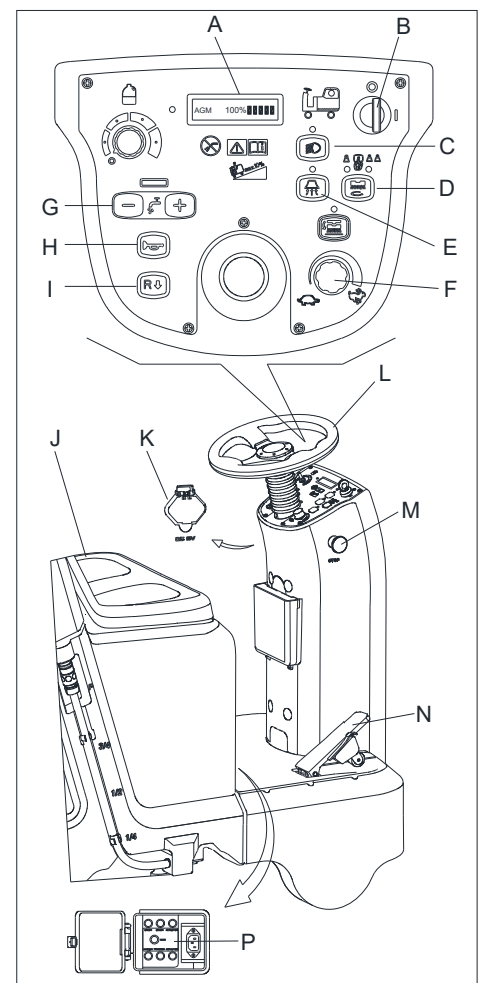

Abbildung 7
2. Setzen Sie sich auf den Sitz (J, Abbildung 7), stecken Sie den Schlüsselschalter ein (B) und drehen Sie ihn in die „I“ Stellung. Wenn der LCD-Bildschirm (A, Abbildung 7) 100 % beträgt, sind die Batterien für den Gebrauch vollständig aufgeladen. Wenn der LCD-Bildschirm (A, Abbildung 7) 10 % beträgt, müssen die Batterien vor dem Betrieb aufgeladen werden. [Informationen zum Laden von Batterien finden Sie in den Kapiteln WARTUNG]
3. Drücken Sie die Starttaste (D, Abbildung 7), um die Maschine zu starten. Die Rakel und die Bürsten werden automatisch auf den Boden abgesenkt und der Saugmotor fängt an zu laufen.
4. Drücken Sie auf das Beschleunigungspedal (N, Abbildung 7), fahren Sie die Maschine nach vorwärts oder rückwärts mit dem Lenkrad (L, Abbildung 7) und dem Vorwärts/Rückwärtsschalter (I, Abbildung 7), Sie können die Geschwindigkeit mit dem Geschwindigkeitsanpassungsknauf (F, Abbildung 7) anpassen.
5. Passen Sie den Durchfluss des Lösungsmittels den Reinigungsanforderungen mithilfe der Einstellungstaste (G, Abbildung 7) an.
6. Sie können Ihr Telefon oder Pad mit dem USB Ladeport (K, Abbildung 7) aufladen, wenn der Schlüsselschalter (A, Abbildung 7) in der „EIN“ Stellung ist.
7. Drücken Sie die Hupentaste (H, Abbildung 7), falls es notwendig ist, um Personen zu warnen.
8. Drücken Sie ggf. die Notruftaste (M, Abbildung 7) für den Nothalt der Maschine.
Der Bürstenmotor, Vakuummotor, Antriebsmotor und der Regelkreis sind durch einen Überlastungsschutz geschützt (P, Abbildung 7). Wenn sich der Überlastungsschutz auslöst, stellen Sie ihn nicht sofort, ohne die Ursache zu kennen, wieder ein und stellen Sie sicher, dass der Motor vor dem Neueinschalten abgekühlt ist.
9. Lassen Sie das Beschleunigungspedal los (N, Abbildung 7), die Maschine hält an.
10. Drücken Sie die Starttaste (D, Abbildung 7), um die Bürsten und den Saugmotor anzuhalten. Die Bürsten und der Rakel werden automatisch vom Boden abgehoben. Das Vakuumsystem wird nach einigen Sekunden geschlossen.